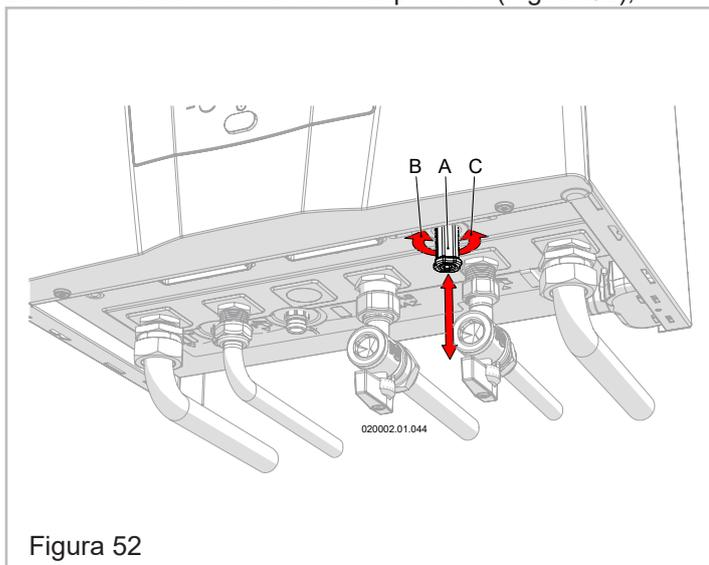

Figura 52
2. - Tirare verso il basso la manopola "A" (Figura 52);
5. - Chiudere il rubinetto di carico "A" (Figura 52) ruotandolo in senso orario;
In taluni modelli di apparecchio la manopola di carico impianto "A" (Figura 52) potrebbe essere assente. Per eseguire il carico dell'impianto agire quindi sul dispositivo previsto dall'installatore a monte dell'apparecchio stesso;
**⚠ ATTENZIONE!!!** Durante il normale funzionamento il rubinetto di carico "A" (Figura 52) deve rimanere sempre in posizione di chiusura. Se col tempo la pressione scende ripristinarne il valore corretto. Nel primo mese di funzionamento può essere necessario ripetere più volte questa operazione per togliere eventuali bolle d'aria presenti nell'impianto.